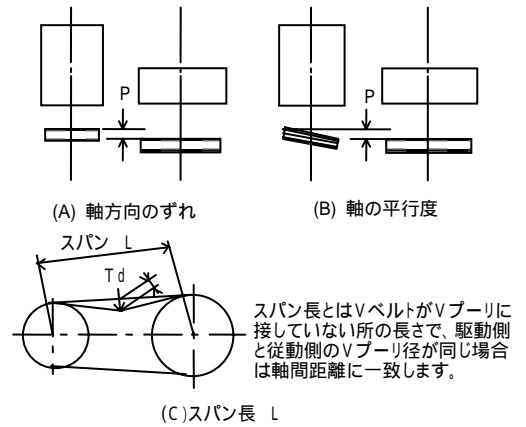
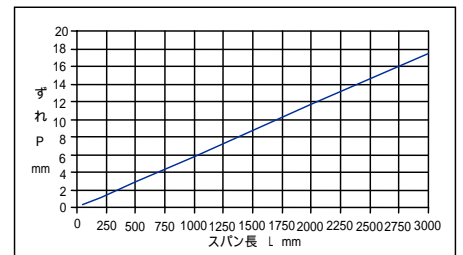
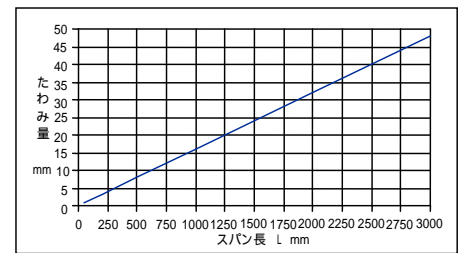

図 10 Vプーリの芯出し
図 11 Vプーリのずれ許容寸法 (P mm)
図 12 Vベルトの必要たわみ量 (mm)
(1) ファンは工場ですくしく芯出し調整して出荷していますが、据付終了後再調整してください。
(2) Vプーリのミスアライメントは、Vベルトの寿命を縮める要因になりますので、正確に調整をしてください。ミスアライメントには、Vプーリの軸方向のずれと軸の平行度の2つが含まれます。図10(A)が軸方向のずれで、同図(B)が軸の平行度です。それぞれのずれの許容寸法(P mm)は、同図(C)に示されるVプーリ間のスパン長(L mm)により、図11に示された値以下といたします。Vベルトを張った後で許容寸法を確認してください。ずれPは、極力小さく調整してください。
(3) Vベルトは、取付張力が不足するとスリップが発生しやすくなり、Vベルトの寿命に影響を与えます。また、張力が高すぎるとVベルトの寿命を縮めるだけでなく、軸荷重が過大になり、軸受の寿命を縮めます。Vベルトの張り調整は次の手順により行います。
- ・たわみ量 (mm) はスパン長 (L mm) をはかり、図12より求めます。